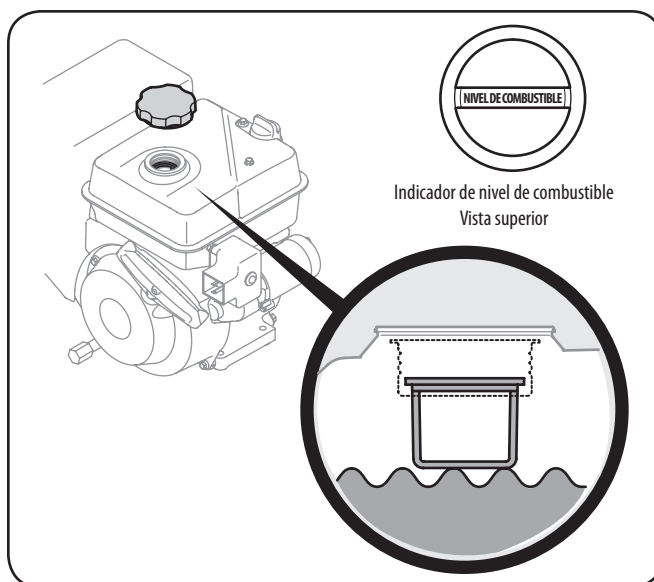

Figura 3-4
- NOTA:** En los tanques que tienen un indicador del nivel de combustible, llene el tanque hasta que el combustible alcance la marca indicadora "fuel full (combustible lleno)". Consulte la Figura 3-4. Para todos los demás tanques, llene el tanque hasta que el combustible llegue a ½ pulgada por debajo de la base del cuello de llenado para dejar espacio para la dilatación del combustible. Tenga cuidado de no llenar en exceso.